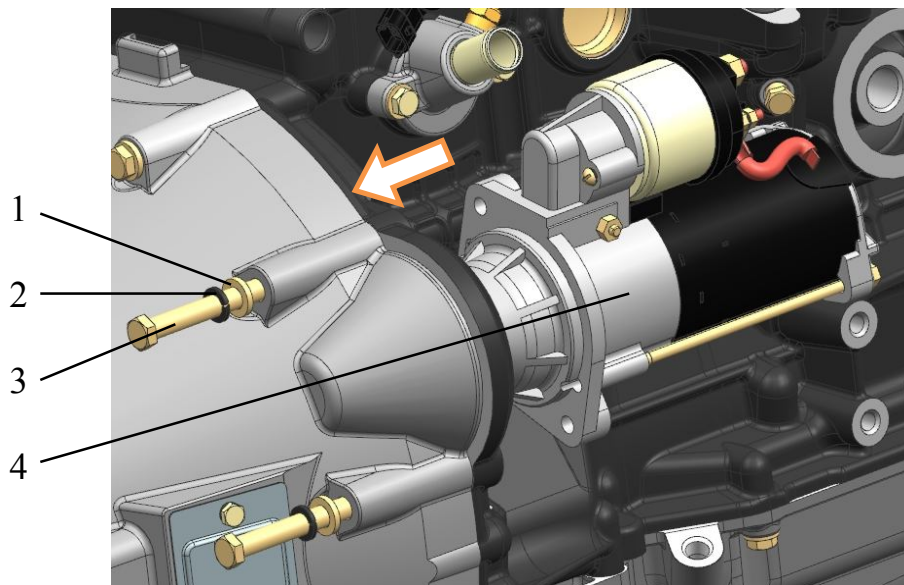

Рис.219. Установка стартера:
**16.** Установить и закрепить стартер 4 (рис.219), завернув болты крепления 3 с плоскими 1 и пружинными 2 шайбами моментом 43,1...54,9 Н·м (4,4...5,6 кгс·м).